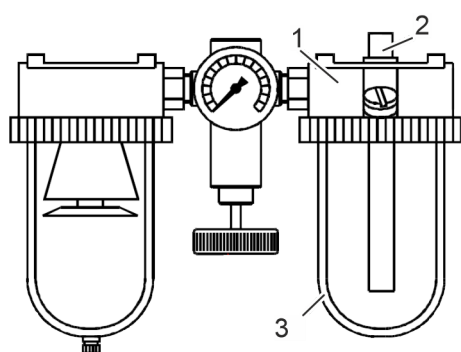

Fig. 26: Olietågesmører
2. ➔ Fyld olie i oliebeholderen (Fig. 26/3). Følg driftsvejledningen til trykluft-vedligeholdelsesenheden.